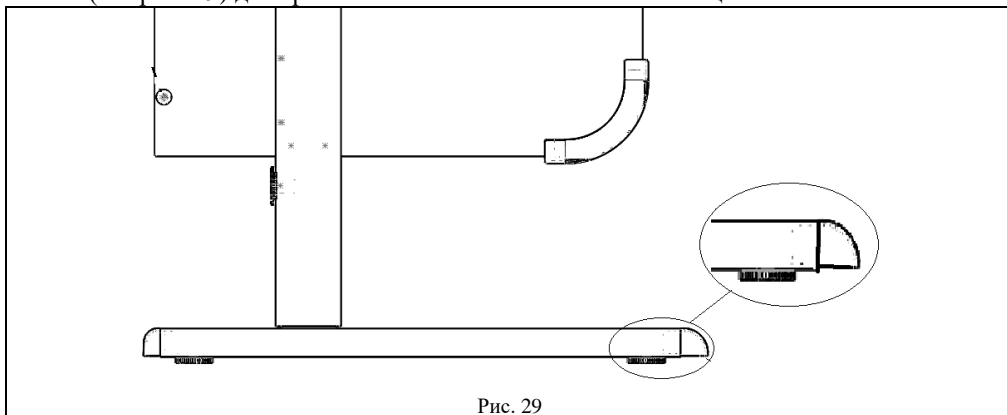

Рис. 29
6.1. Стол следует устанавливать на ровную горизонтальную поверхность, обеспечивающую опоры всех ножек, при необходимости отрегулировать стол ножками (см. рис. 29) до горизонтального положения столешницы.